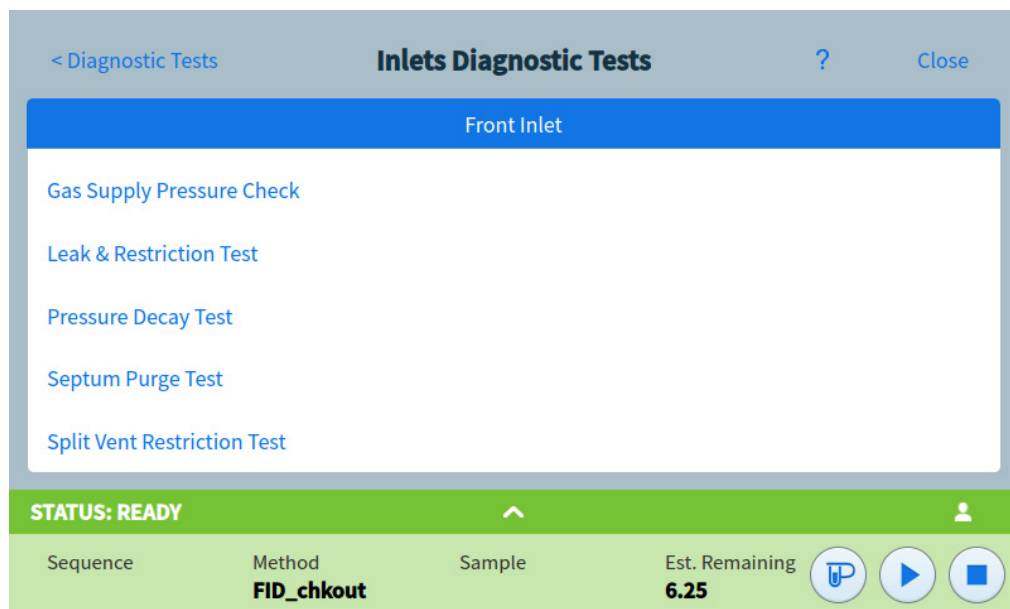

Figura 25 Pagina di test diagnostici dell'iniettore
- 3 Premere **Iniettori** o **Rivelatori**, come desiderato. Apparirà la pagina corrispondente. Ad esempio, premendo **Iniettori** si apre la pagina test diagnostici iniettore. Vedere Figura 25.